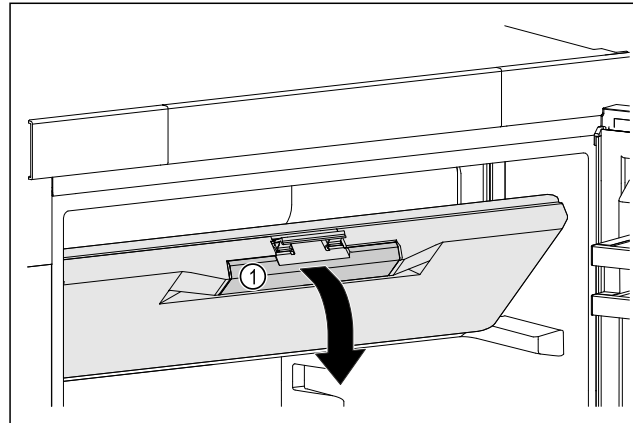

Fig. 43
- ▶ Возьмитесь за утепленную ручку Fig. 43 (1) на двери морозильного отделения.